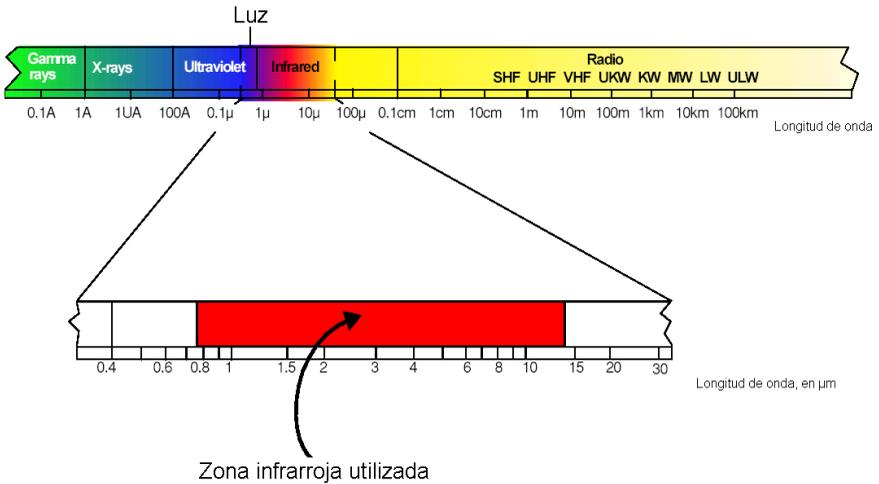

Fig. 2 El espectro electromagnético, con una banda de longitud de onda comprendida entre 0,7 y 14 μm
Todos los cuerpos que tienen una temperatura (T) superior al cero absoluto emiten, en función de su propia temperatura, una radiación infrarroja, la denominada radiación propia. La causa es el movimiento mecánico interno de las moléculas. La intensidad de este movimiento depende de la temperatura del cuerpo. Puesto que los movimientos de las moléculas representan al mismo tiempo desplazamientos de carga, se emite una radiación electromagnética (partículas de fotón). Estos fotones se mueven a la velocidad de la luz y obedecen a los principios ópticos conocidos. Se pueden desviar, enfocar mediante lentes o reflejar con superficies reflectantes. El espectro de esta radiación suele abarcar de 0,7 a 1000 μm de longitud de onda. A ello se debe que resulte normalmente invisible para nuestra vista. Esta zona se sitúa por debajo de la zona roja de la luz visible y es por eso que, en latín, se denomina "infra"-rojo (véase la Fig. 2).